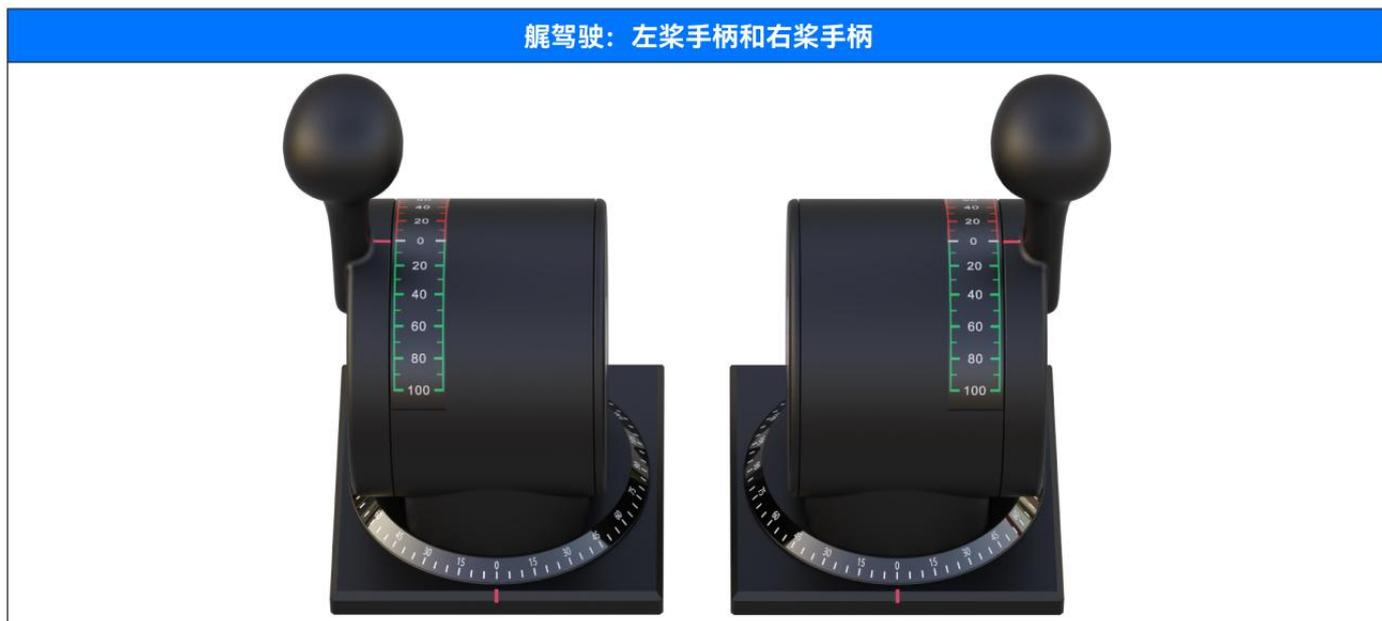

图2.5
2. 舵驾驶：当手柄位于舵驾驶位时，推进刻度膜和回转刻度膜有所变化，具体如图2.5所示：